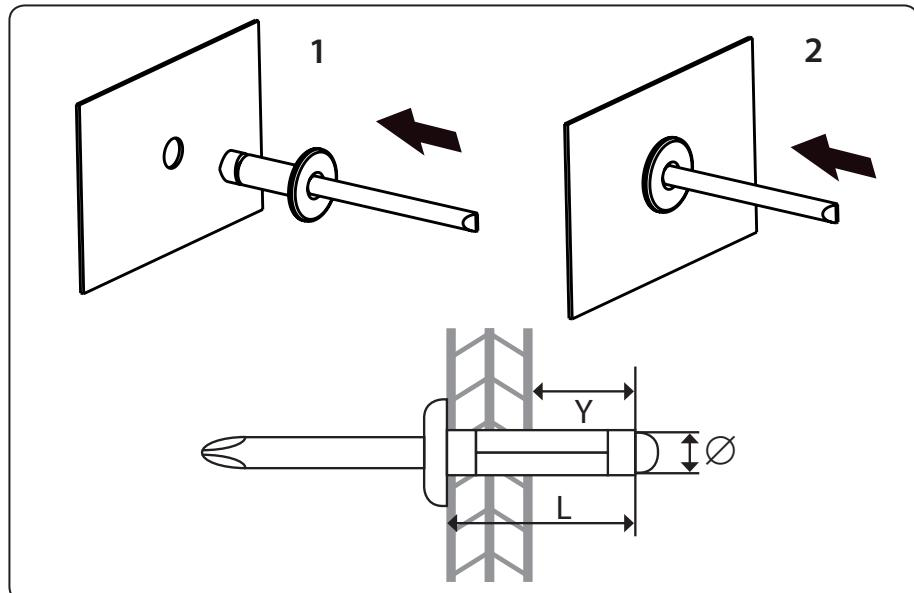

Fig.4
b) Inserire il corpo del rivetto nel foro del diametro corrispondente rispetto al diametro del corpo del rivetto, vedere. passaggi 1 e 2 in Fig. 4. Il corpo del rivetto deve essere abbastanza lungo rispetto allo spessore dei materiali da unire in modo tale da consentire un corretto accoppiamento dei materiali.